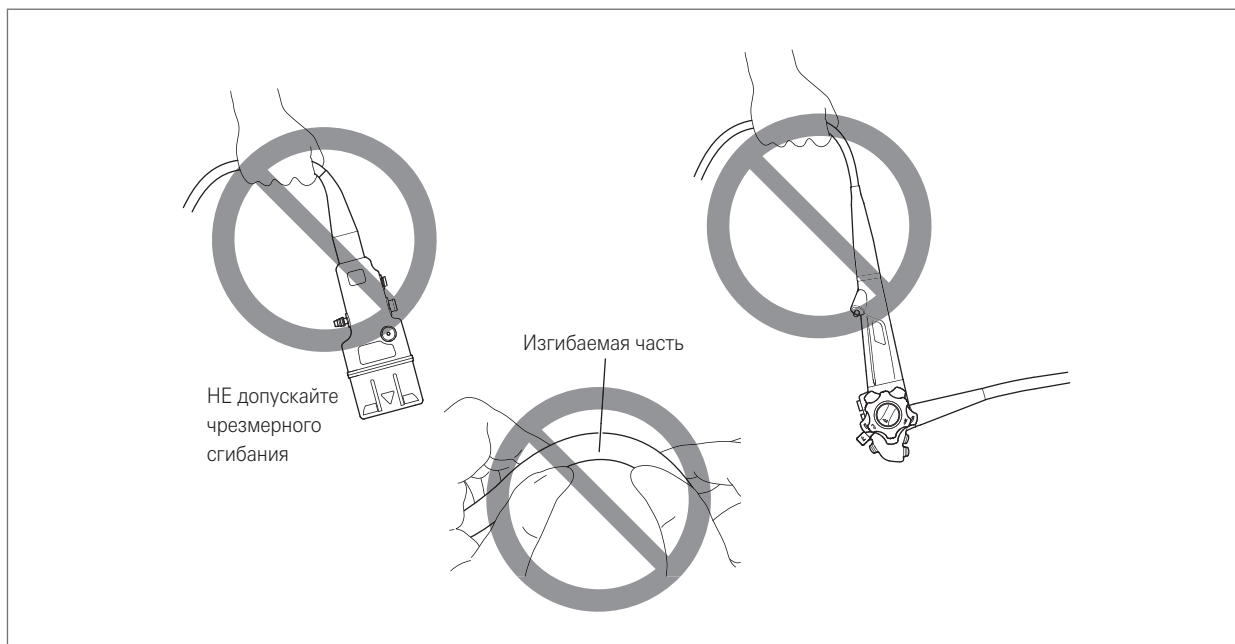

Рис. 3.3
- При транспортировке эндоскопа НЕЛЬЗЯ брать и нести его только за соединительный шнур или вводимую часть. Кроме того, НЕ сжимайте и не сгибайте чрезмерно изгибаемую часть. (Рис. 3.3) Это может привести к повреждению оборудования.